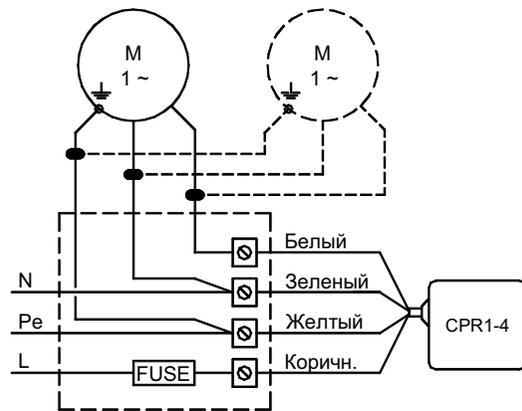

Рис.3. Электрические соединения
- Произведите электрические подключения согласно рис.3. Для подвода питания и подключения двигателя используйте кабель сечением не менее 0,75 мм2, соответствующий местным нормам электробезопасности. Все кабели должны выдерживать температуру эксплуатации до +80 С.